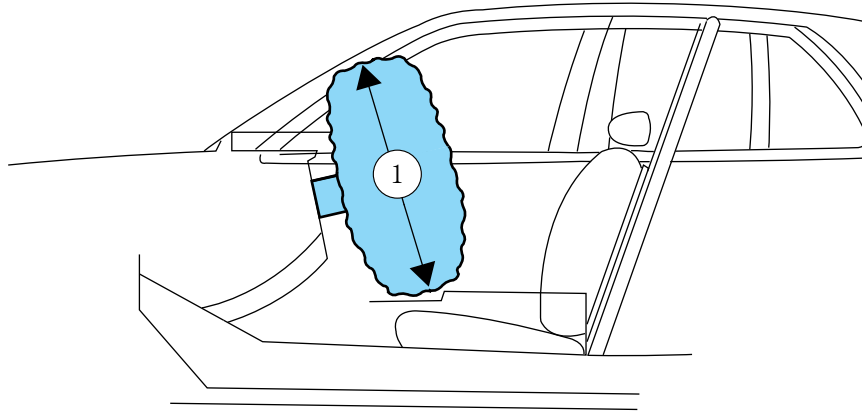

Figura 2
3. Área frente a la consola central, desde la parte inferior del cenicero hasta la parte superior del tablero de instrumentos (vea la Figura 2 para conocer las dimensiones).